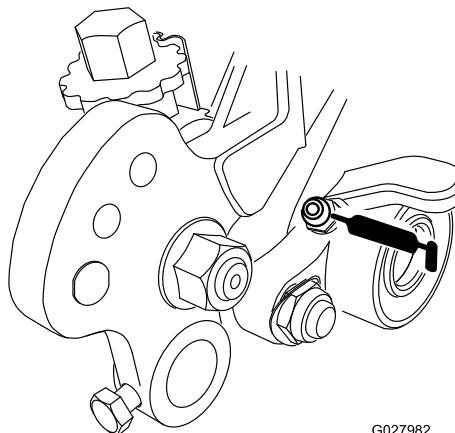
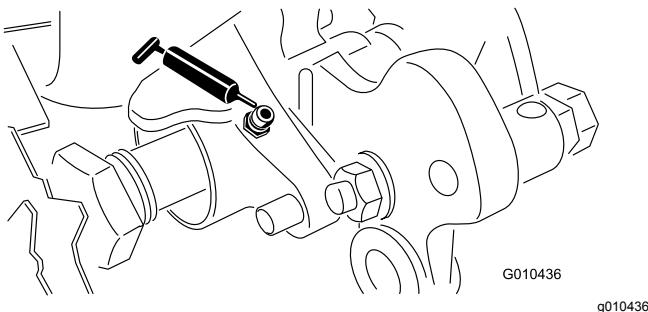

Figura 19
Figura 20
39. Lubrifique os rolamentos do rastelo (Figura 19 e Figura 20) semanalmente ou após cada 10 horas de funcionamento, antes de períodos longos de paragem e imediatamente após cada lavagem. Coloque lubrificante nas uniões até que o lubrificante seja purgado para o eixo do rastelo. Limpe o excesso de lubrificante dos vedantes e eixo.